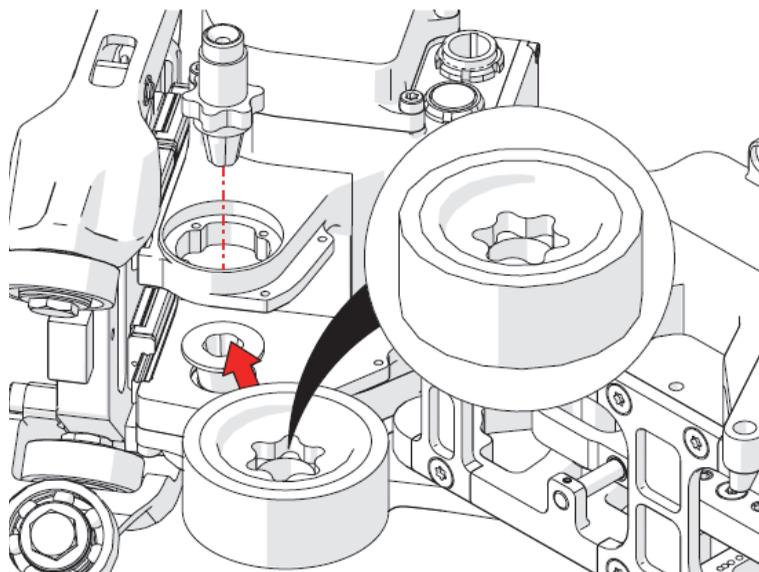

图2-23 安装新驱动轮
27. 安装新驱动轮，确保轮轴的凹槽朝上（参见第99页的图2-23）。